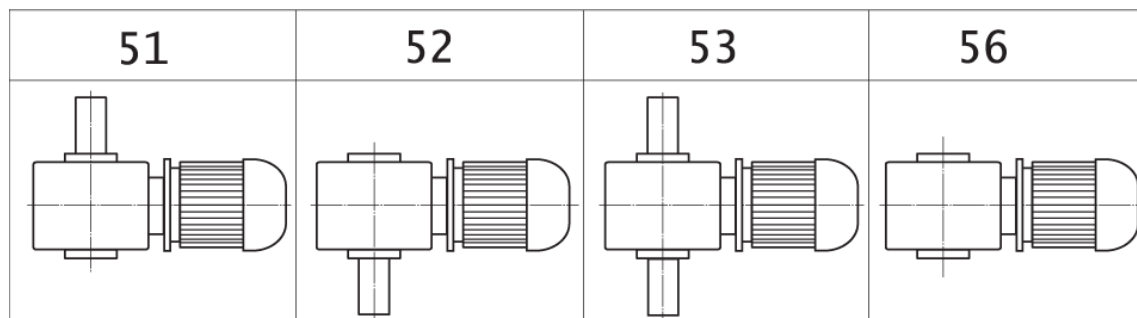

Рис. 2. Мотор-редукторы по варианту сборки
4.1. Мотор-редукторы выполняются по варианту сборки и конструктивному исполнению способу монтажа, приведенным на рис.2 и в таблице 3.